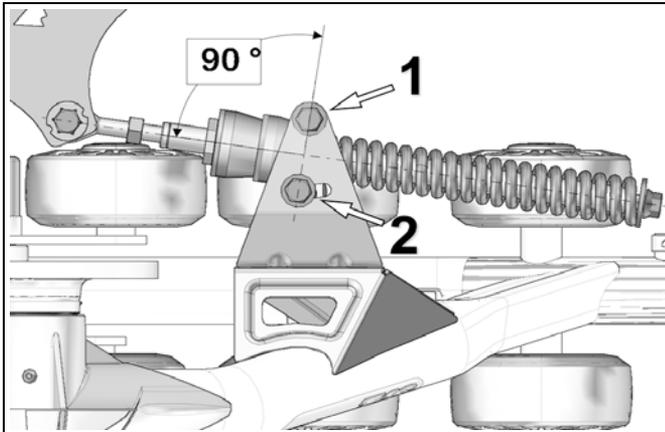

Abbildung 18
- Stellen Sie die Verdrehsicherungs-Halterung im 90° Winkel (senkrecht) zur Stabilisierungsstange ein. Ziehen Sie die beiden Befestigungsschrauben (1 und 2) des Verdrehsicherungsbügels auf ein Drehmoment von 50 Nm an. Siehe Abbildung 18